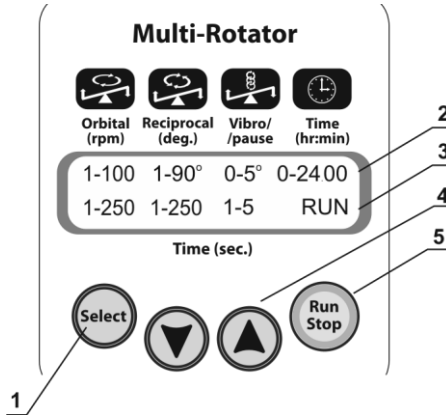

Fig.1 Panneau de configuration
- 4.4. Appuyez sur la touche **Run/Stop** (Fig.1/5) pour démarrer le programme.
- 4.5. La plate-forme commencera à bouger et les indications correspondantes (RUN (Fig.1/3) et la durée) s'afficheront sur l'écran.
- 4.6. Si la durée d'utilisation n'est pas programmée et que l'indicateur du minuteur (Fig. 1/2) affiche 0:00, appuyez sur la touche **Run/Stop** pour que l'agitateur rotatif continue de fonctionner jusqu'à ce que vous pressiez de nouveau la touche **Run/Stop**.
- 5.1. Appuyez sur la touche **Select** (Fig. 1/1) pour choisir le paramètre à changer (le paramètre actif clignote).
- 5.2. Utilisez les touches ▼ et ▲ (Fig. 1/4) pour entrer la valeur nécessaire (remarque : si la touche est pressée pendant plus de 2 secondes le numéro change rapidement).